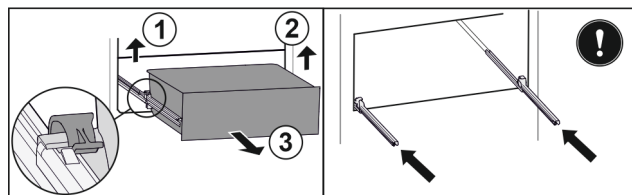

Fig. 92
- ▶ Podnieść lewy zacisk i wysunąć jednocześnie szufladę po lewej do przodu. Fig. 92 (1)
- ▶ Podnieść prawy zacisk i wysunąć jednocześnie szufladę po prawej do przodu. Fig. 92 (2)
- ▶ Wyjąć szufladę do przodu. Fig. 92 (3)